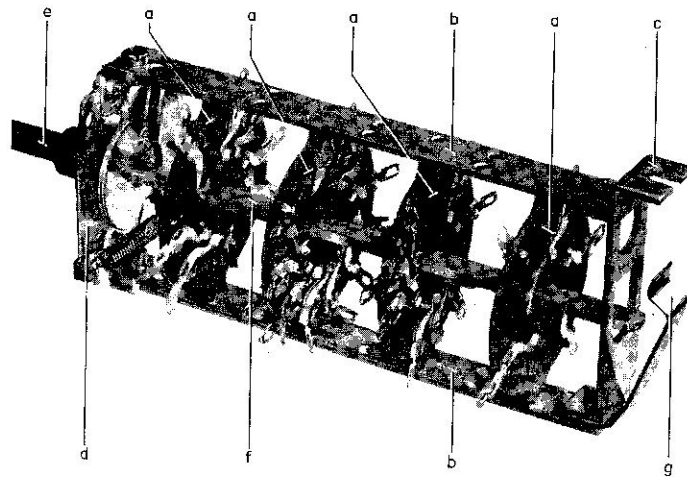

Fig.1
Een schakelaar - fig. 1 - bestaat uit één of meerdere schakelsegmenten -a- die tussen twee opsluitstrippen -b- geklemd zijn. Deze twee opsluitstrippen worden aan de achterzijde door de eindbeugel -c- en aan de voorzijde door de arrêtplaat -d- bijeengehouden.
4. Druk voorzichtig de as (f in fig. 1) naar achteren toe uit de schakelaar.